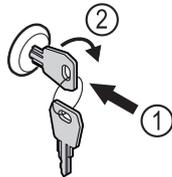

Fig. 140
- ▶ Introducir la llave Fig. 140 (1).
- ▶ Girar la llave 90° en sentido horario Fig. 140 (2).